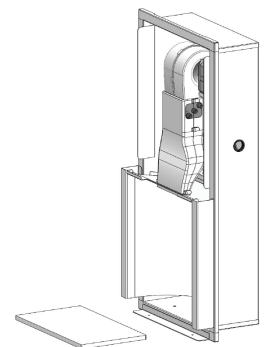

Fig. 3
4. Deslice la superficie de cerámica absorbente hacia delante y fuera del armario y coloque a un lado. (Ver Fig. 3)